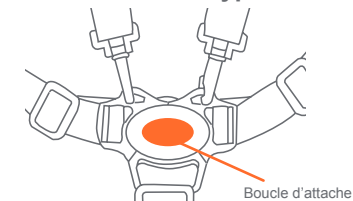

Fig. 18
18) • Pour libérer la ceinture, appuyer sur le bouton rouge au centre des boucles, les deux sangles se détacheront (Fig. 18).